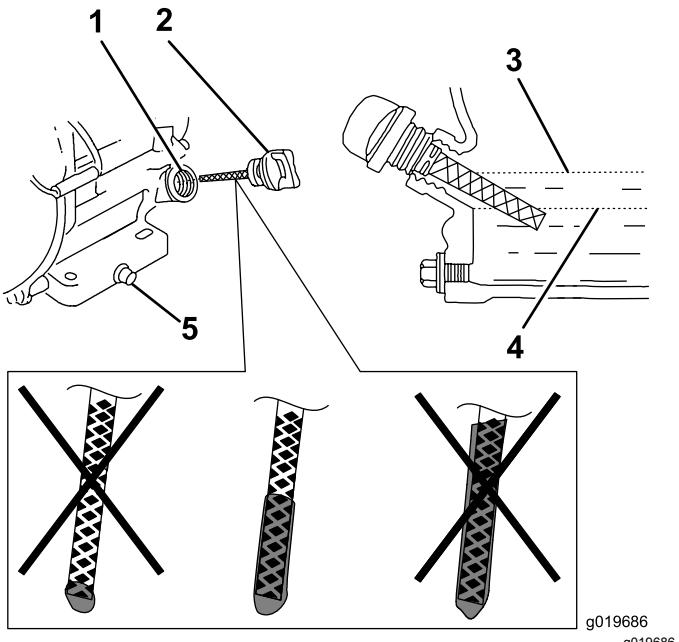

Bild 28
- Nehmen Sie den Peilstab heraus und prüfen Sie den Motorölstand (Bild 28).